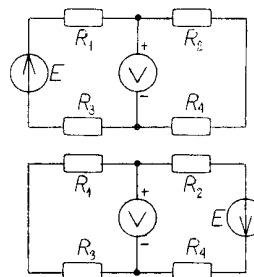

рис.12
15. В електричному колі (рис.12,а) вольтметр показує $U = 28$ В. Після переносу джерела (рис.12,б) вольтметр показує $U = -8$ В. Визначити ЕРС джерела енергії.